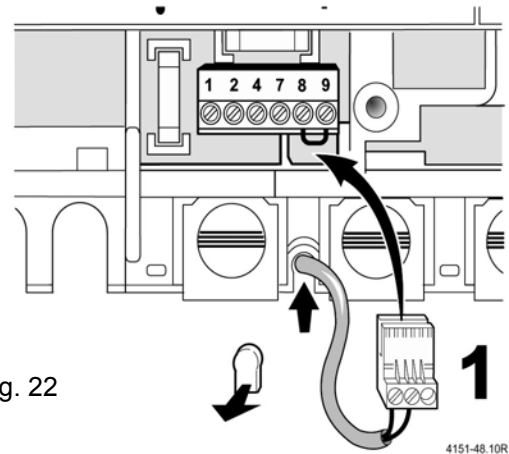

Fig. 22
8.8.4a. Aansluiten van een indirect gestookte boiler met NTC voeler (bvb. Storacell) bij TOP 28 ZSBR (fig. 22)